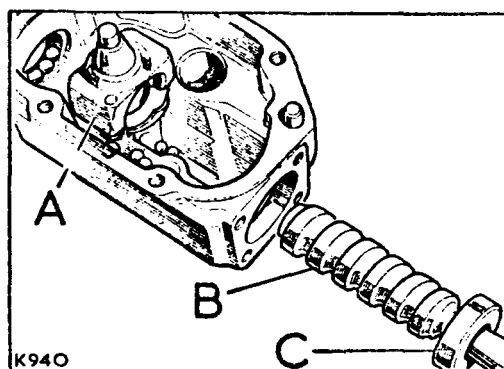

Fig. G1-48.- Barra de la dirección.
- 1.5.- Girar la barra de la dirección lo que sea necesario para que la tuerca de bolas circulantes, A (Fig. G1-48) quede situada en el punto medio del eje sinfin, B. Seguidamente, haciendo uso del mazo se golpeará suavemente la caja de engranajes para separarla de la barra de la dirección lo suficiente para poder retirar el rodamiento de bolas superior, C, teniendo cuidado de no perder ninguna de las bolas que puedan salirse de los cojinetes.